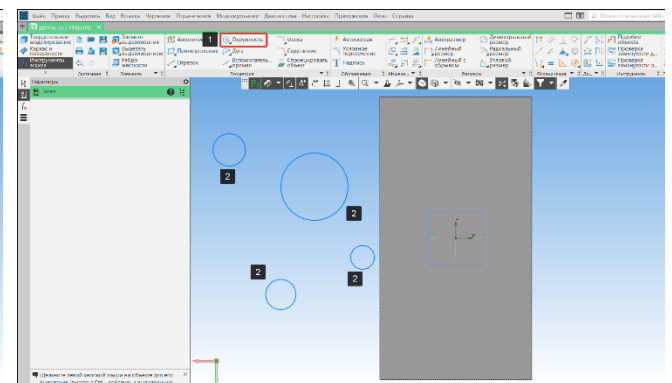

Рисунок 54 – Построение окружностей
- В панели геометрия выберем команду Окружность (1) и построим четыре окружности произвольного диаметра в стороне от трехмерной модели основания (2). Данное построение позволит избежать ненужных привязок геометрии к объекту модели (Рисунок 54);